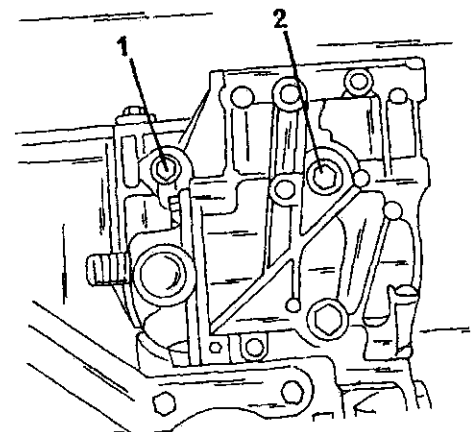

Рис. 62. Затянуть болты (1) и (2) до указанных в тексте моментов затяжки.
• Установить водяной насос на блоке цилиндров. Болты затягиваются различными моментами. Два болта (1) (Рис. 62) затягиваются до момента 30 нм, а болт (2) моментом 55 нм.